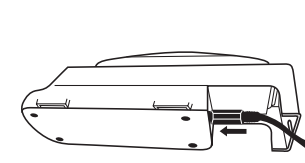

Fig. 1a
- Inserte el cable de corriente TR-941N en la celda de carga (Fig. 1a).